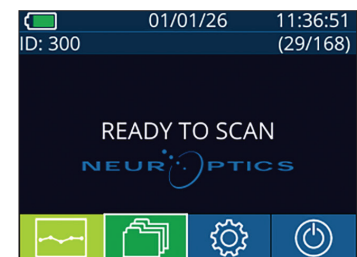
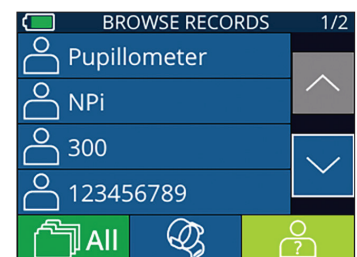

Abb. 27
Abb. 28
- Auf dem Startbildschirm: Wählen Sie das Symbol **Records** (Abb. 27) und dann das Symbol **SmartGuard** (Abb. 28). Die letzte Messung wird zuerst angezeigt. Drücken Sie den **NACH-UNTEN-Pfeil** auf dem Tastenfeld, um durch alle vorherigen Patientenmessungen zu blättern, die auf dem befestigten SmartGuard gespeichert sind.
- Wählen Sie auf dem Startbildschirm das **Symbol Records** (Abb. 27).
- Um nach einer bestimmten Patienten-ID zu suchen, wählen Sie (Abb. 28), geben Sie dann die Patienten-ID ein und wählen Sie .
- Um alle auf dem NPi-300 gespeicherten Pupillenmesswerte in chronologischer Reihenfolge anzuzeigen (einschließlich aller Patienten-IDs), wählen Sie das Symbol **All Records** (Abb. 28) aus und drücken Sie den **NACH-UNTEN-Pfeil** auf dem Tastenfeld, um durch alle früheren, auf dem NPi-300 gespeicherten Messwerte zu blättern.